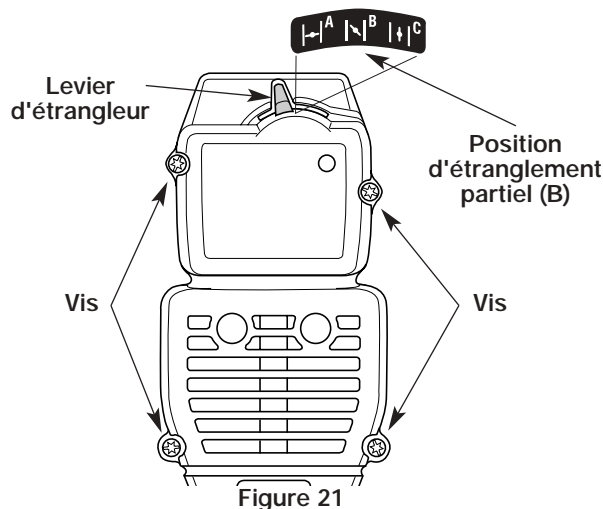

Figure 21
1. Mettez le levier d'étrangleur en position d'étranglement **PARTIEL (B)**.
REMARQUE : pour enlever le couvercle du filtre à air/silencieux, le levier d'étrangleur doit être en position d'étranglement **PARTIEL (B)** (Fig. 21).
2. Retirez les quatre (4) vis retenant le couvercle du filtre à air/silencieux (Fig. 21). Servez-vous d'un tournevis à lame plate ou à mèche no. 20 Torx.
6. Remplacez le filtre à air à l'intérieur du couvercle du filtre à air/silencieux (Fig. 21).
REMARQUE : *pour installer le couvercle du filtre à air/silencieux, le levier d'étrangleur doit être en position d'étranglement **PARTIEL (B)** (Fig. 21).*
2. Insérez les quatre (4) vis dans les trous du filtre à air/couvercle du silencieux (Fig. 21) et **vissez sans trop serrer**.